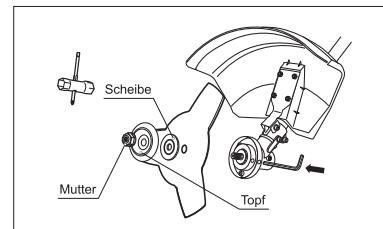

fig. 7
- Richten Sie die Bohrung in der Flanschscheibe mit der Bohrung im Getriebetopf aus (Abb. 7). Eine metallische Stopfenstange in die Getriebetopfbohrung und in die Flanschscheibenbohrung einsetzen.
- Halten Sie die Stopfenstange mit einer Hand fest und ziehen Sie die Mutter mit einem Rohrschlüssel (mitgeliefert) fest und drehen Sie ihn gegen den Uhrzeigersinn (Abb. 7).